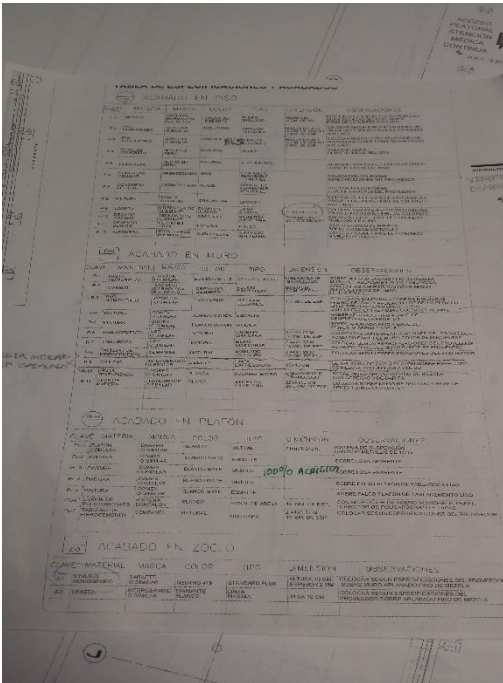

Ilustración 3
- Revisé planos de proyectos arquitectónicos por partidas como: estructurales, de instalaciones eléctricas, hidráulicas y sanitarias (ilustración 3,4,5). Las revisiones se hicieron de acuerdo a la entrega de planos, en donde se tenía que marcar cada detalle que estuviera mal; las correcciones hechas se enviaban en formato digital o impresos. Después de varias revisiones y al ser aceptados se entregaban al departamento de ingenierías en donde cada plano tiene que ser aprobado y firmado por las personas autorizadas.